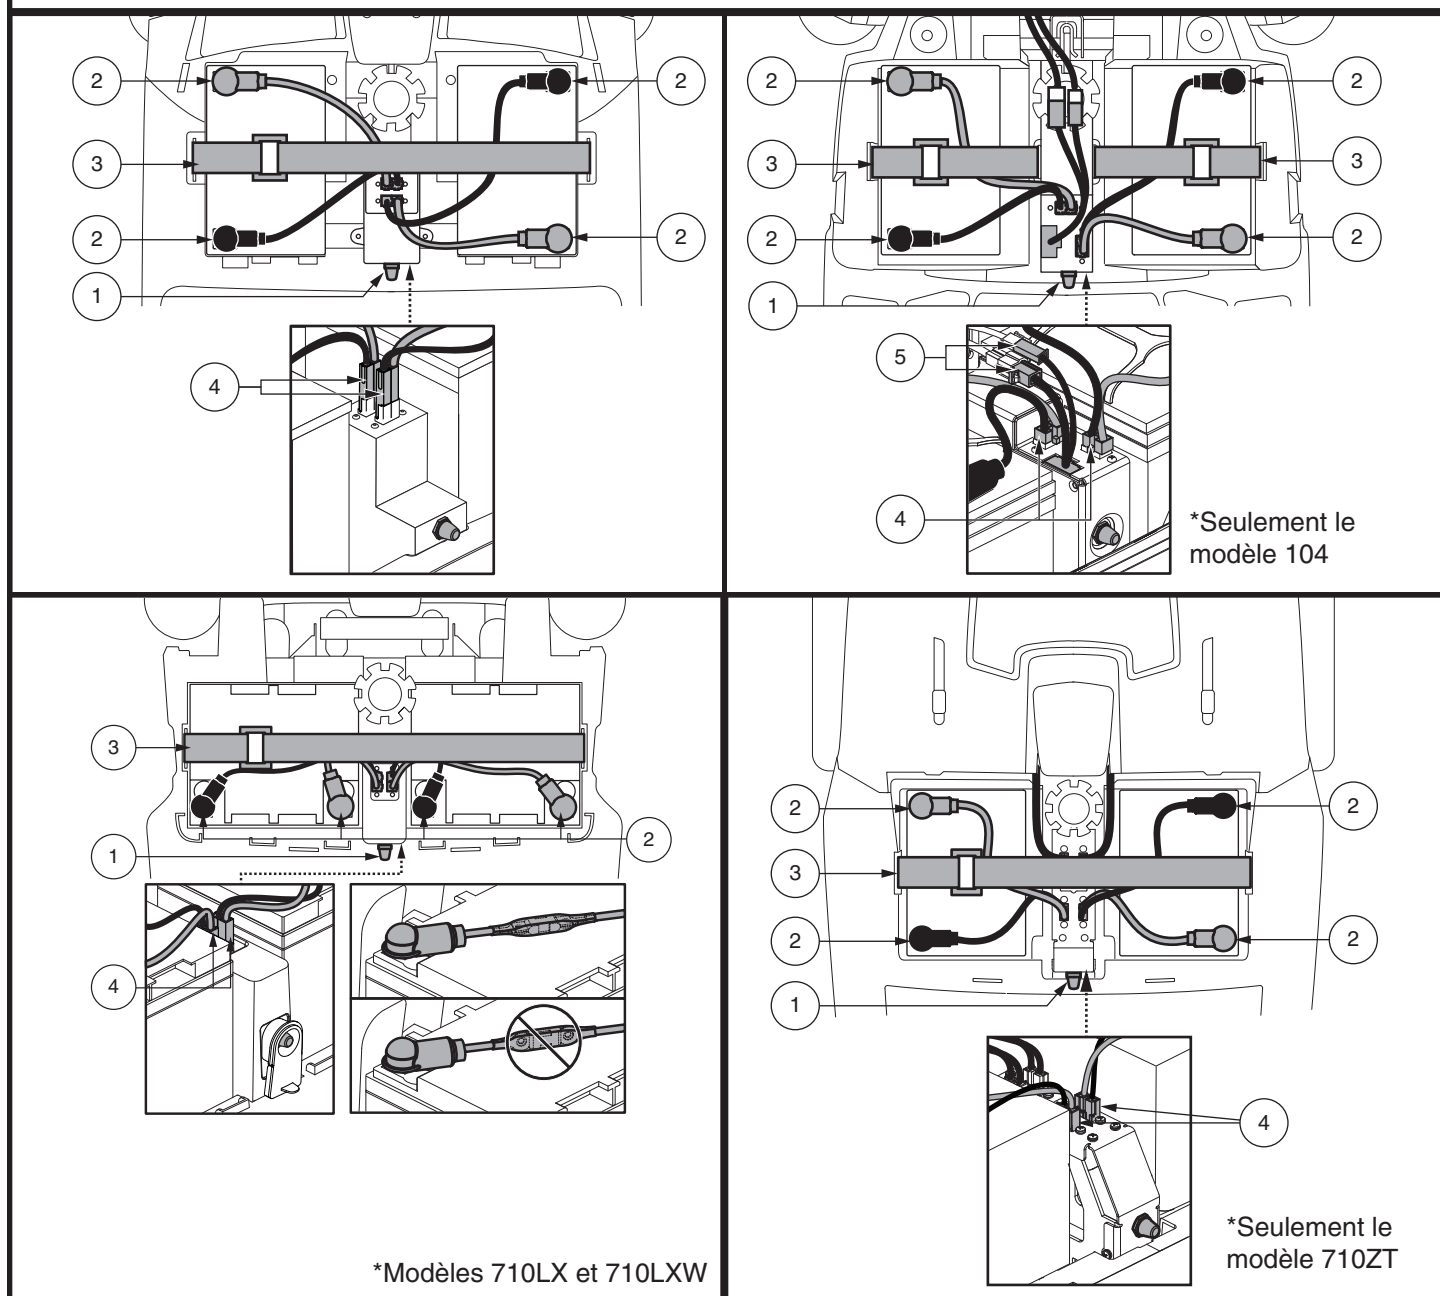

Figure 14. Enlèvement/installation des batteries et connexions
2. Détachez les courroies des batteries. **Voir la figure 14.**
3. Débranchez les batteries en appuyant sur les languettes des connecteurs du faisceau de la batterie et en les tirants vers le haut. **Voir la figure 14.**
6. Placez une nouvelle batterie dans chaque puits. Pour les modèles 710LX et 710LXW, dirigez les bornes de batterie de chaque batterie vers l'arrière. Pour tous les autres modèles, placez les bornes de batterie de chaque batterie l'une en face de l'autre et vers les côtés extérieurs du scooter. **Voir la figure 14.**